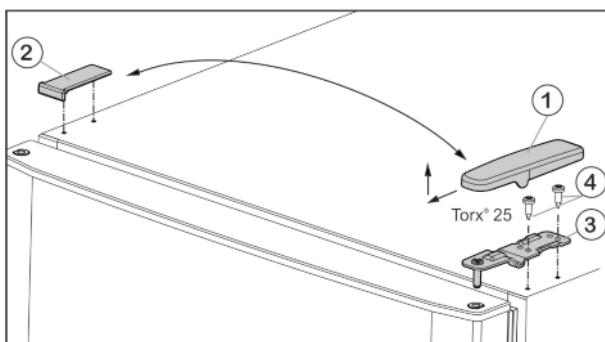
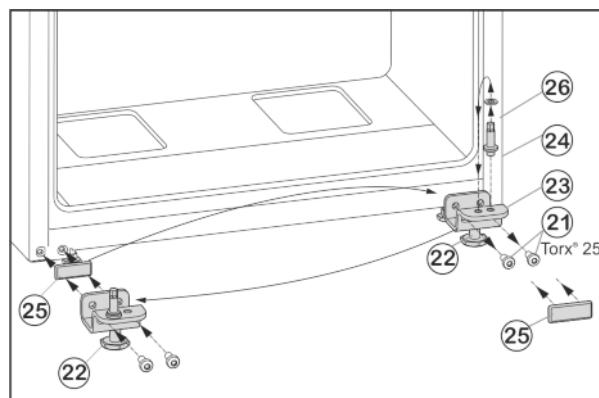

Fig. 5
Fig. 7
- Skinite pokrov Fig. 5 (1) prema naprijed i gore.
- Podignite pokrov Fig. 5 (2).
- Odvijte gornji podložak ležaja Fig. 5 (3) (2 puta Torx® 25) Fig. 5 (4) i izvucite ga prema gore.
- Odvijte pričvrsne vijke Fig. 7 (21).
- Skinite cijeli podložak ležaja dolje Fig. 7 (23) zajedno sa svornjakom ležaja Fig. 7 (24), pločicom Fig. 7 (26) i podesivom nožicom Fig. 7 (22).
- Potpuno odvijte svornjak ležaja Fig. 7 (24) zajedno s pločicom Fig. 7 (26), premjestite ga u suprotnu prihvatu rupu podloška ležaja i ponovo zavijte.
- Pažljivo skinite poklopac Fig. 7 (25) i premjestite ga na drugu stranu.
- Cijeli podložak ležaja dolje Fig. 7 (23) zajedno sa svornjakom ležaja Fig. 7 (24), pločicom Fig. 7 (26) i podesivom nožicom Fig. 7 (22) ponovno pričvrstite na novoj strani šarke, po potrebi uz pomoć odvijača na baterije (**s 4 Nm**).
- Stavite donja vrata odozgo na svornjak ležišta Fig. 7 (24).
- Podložak ležaja u sredini (13) umetnite u donja vrata okrenut za 180° pa ga pričvrsnim vijke (11) (2 puta Torx® 25) **pritegnite čvrsto** (**s 4 Nm**) na novu stranu šarki.
- Ponovo postavite plastičnu pločicu (10).
- Stavite gornja vrata na podložak ležaja u sredini (13).
- Umetnute gornji podložak ležaja Fig. 5 (3) na novu stranu šarke u vrata.
- Čvrsto pritegnite gornji podložak ležaja (**s 4 Nm**) (2 x Torx® 25) Fig. 5 (4). Po potrebi upotrijebite odvijač na baterije.
- Pokrov Fig. 5 (1) postavite izvana na suprotnoj strani tako da se fiksira.
- Pokrov Fig. 5 (2) postavite odozgo na suprotnoj strani tako da se fiksira.
- Odvijte podesivu nožicu Fig. 7 (22) napodlošku ležaja dolje Fig. 7 (23) tako da se podupre o pod.